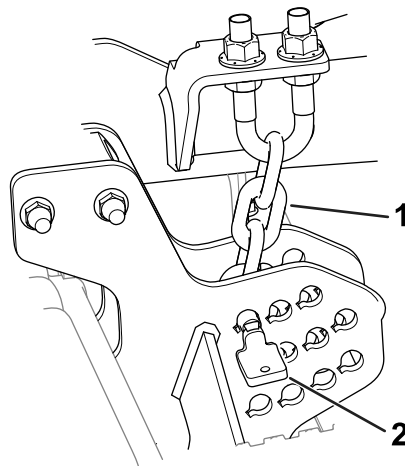

图 9
1. 取下将剪草高度链条固定到滚刀组后部的固定销 图 9。
固定销应安装到最低的剪草高度链节。链条应该垂直垂下图 9 不得扭曲。